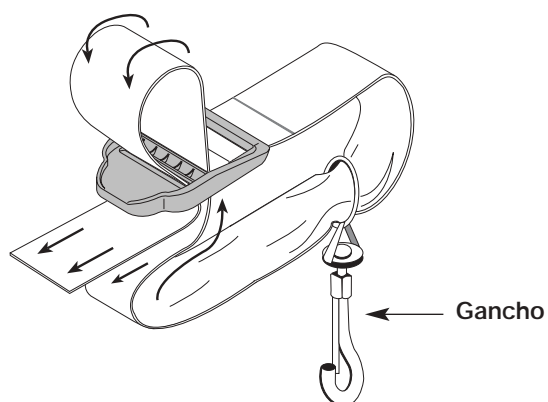

Fig. 7
2. Pase la correa sobre la barra transversal y hacia abajo por la ranura de la hebilla (Fig. 7).